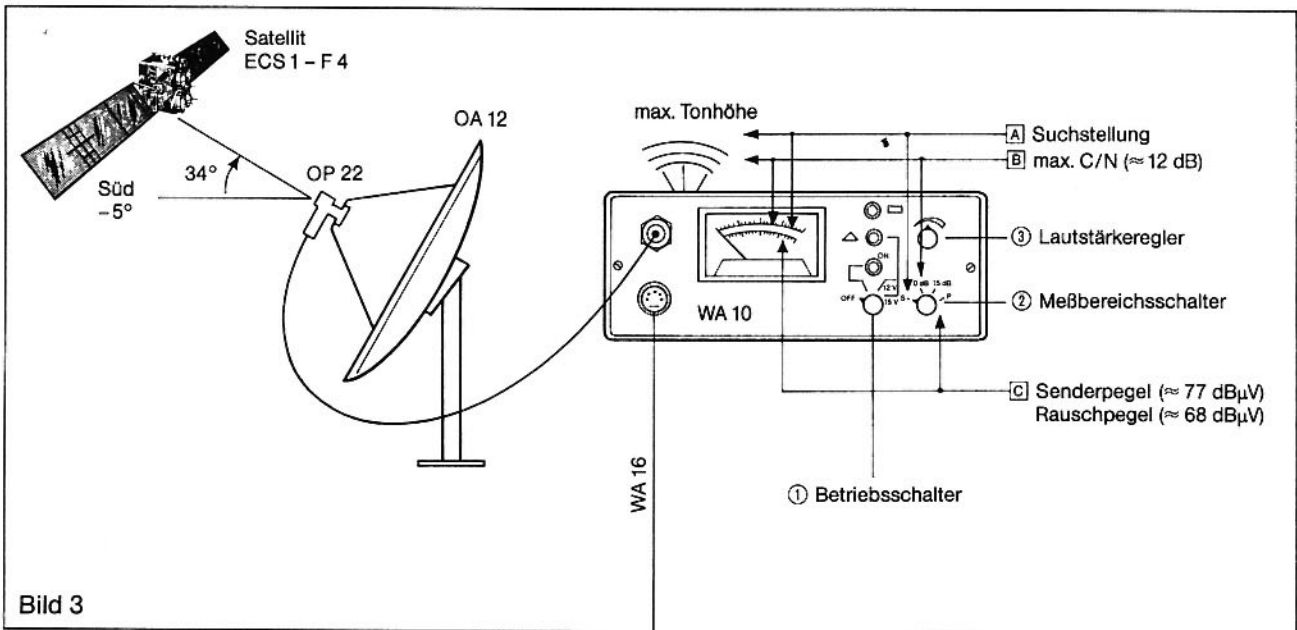
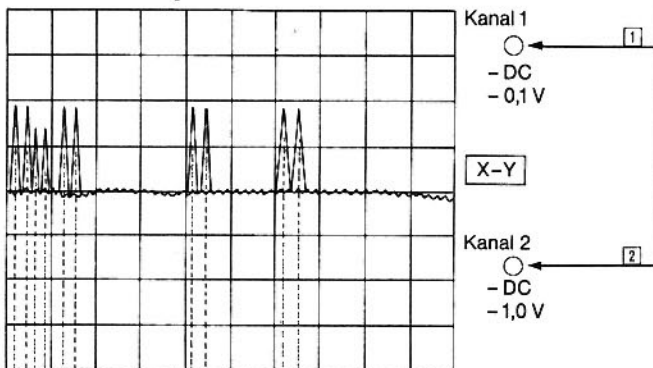
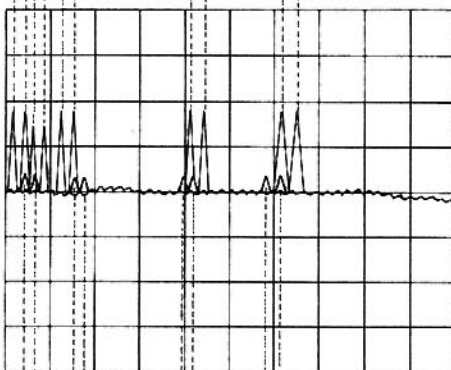
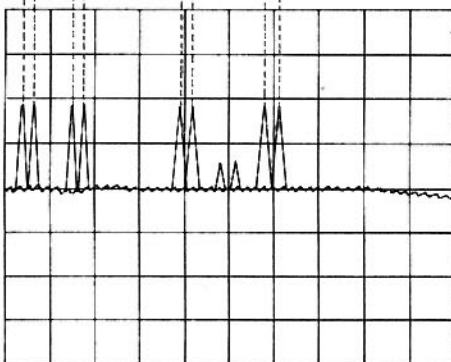

Bild 3
Bild 4
Bild 5
Bild 6
Observer WA 10 mit Anschlußkabel am Konverter des Speisesystems OP 22 anschließen (Bild 3). Betriebsschalter ① auf 15 V, Meßbereichsschalter ② auf „S“ und Lautstärkereglern ③ auf große Lautstärke stellen. Durch geringes Verstellen des Spiegels wird der Zeigerausschlag am WA 10-Instrument auf Maximum bzw. höchste Tonhöhe am Lautsprecher eingestellt [A]. Meßbereichsschalter ② auf „0 dB“ stellen und Feinjustierung des Spiegels auf maximales C/N-Verhältnis (ca. 12 dB) vornehmen [B]. Nach dem Festschrauben der Spiegelhalterung C/N-Wert kontrollieren und evtl. nachjustieren. Ist durch ungenaue Winkeleinstellung ein daneben stehender Satellit (meist anderes C/N Verhältnis bzw. andere spektrale Verteilung der Sender auf dem Oszilloskopschirm) angepeilt worden, so wird die Azimuteinstellung verändert, bis der Satellit Eutelsat I – F 4 erscheint.
Mit dem WA 16 Adapterkabel ist das WA 10 mit einem 2-Kanal-Oszilloskop zu verbinden (Bild 3 + 4). Die Oszilloskopeinstellung ist an Bild 4 ersichtlich.
Auf dem Oszilloskop erscheinen bei richtiger Polarisations-einstellung 5 Sender (Bild 4). Wenn aus der anderen Polarisationsrichtung Sender erscheinen (Bild 5), muß das Speisesystem OP 22 solange in der Halterung gedreht werden, bis diese verschwinden (Bild 4). Soll die horizontale Polarisierung eingestellt werden, so ist das Speisesystem um 90° zu drehen (Bild 6).
Zu den 5 Sendern der vertikalen Polarisation erscheinen noch die Träger der Sender der horizontalen Polarisation (das Speisesystem ist in der Halterung so weit zu drehen, bis diese völlig verschwinden, wie in Bild 4).